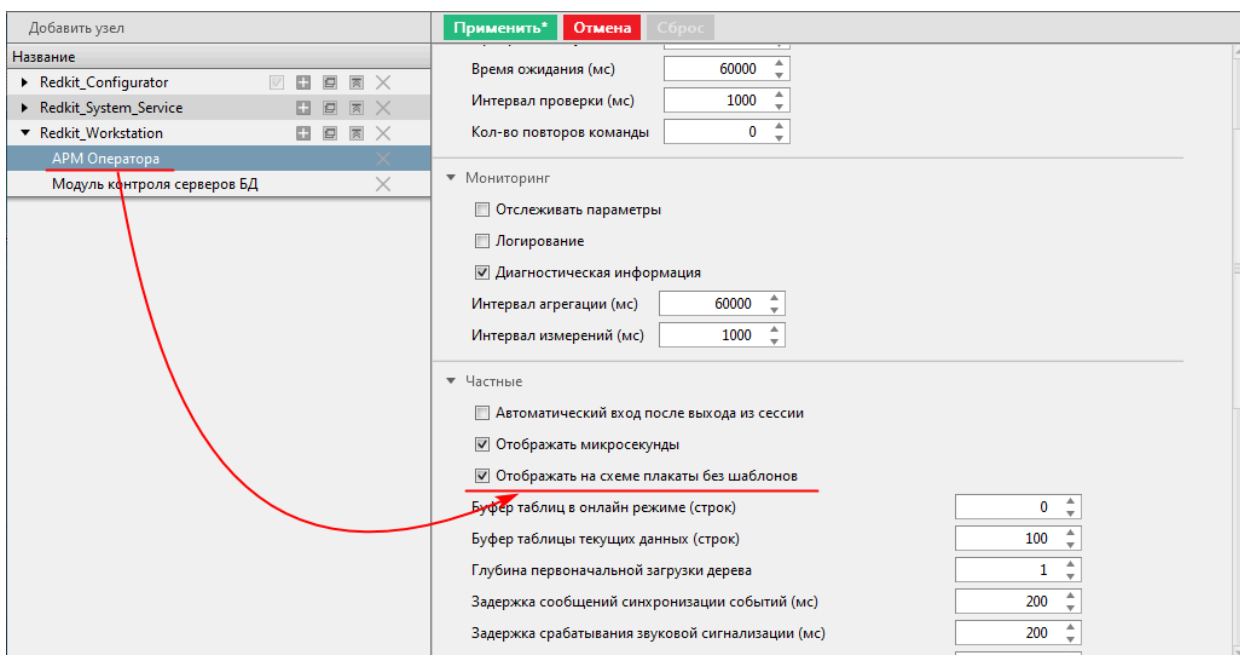

Рисунок 288 - Настройка в модуле «APM Оператора»
1. На вкладке **Настройки узла** Redkit Configurator в узлах *Redkit_Workstation* в модуле **APM Оператора** установите чекбокс у настройки **Отображать на схеме плакаты без шаблонов** и нажмите **Применить** (Рисунок 288).